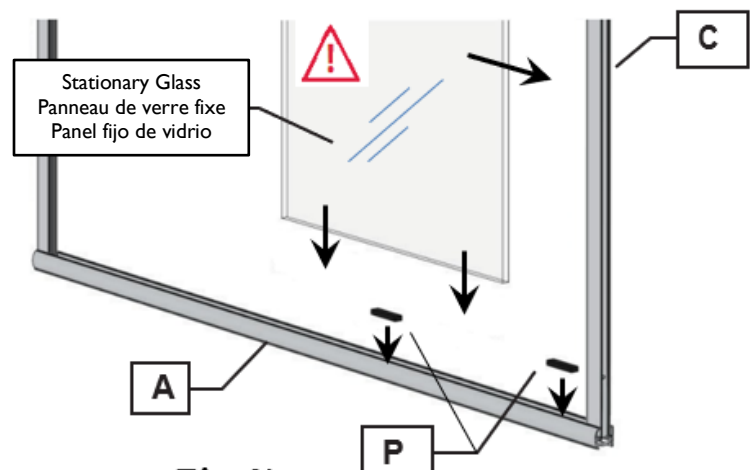

Fig 4b
2. Carefully set the **Stationary Glass (D)** down onto the **Setting Blocks (P)** and then slide it into the **Wall Jamb (C)**. (Fig 4b)
2. Déposez soigneusement le **panneau de verre fixe (D)** sur les **blocs de réglage (P)**, puis glissez-la dans le **montant de mur (C)**. (Fig. 4b)